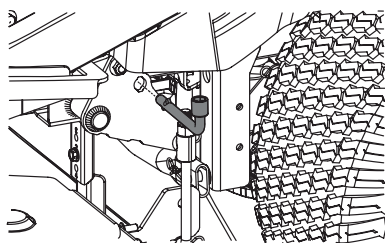

Figure 42
5. La pédale de relevage et le bouton de réglage doivent être utilisés pour placer le plateau à la position la plus basse. L'outil multifonction est utilisé pour verrouiller le système de relevage. Il y a deux trous près de la roue arrière gauche de la tondeuse (un sur le châssis et l'autre sur le bras de relevage du plateau) (Figure 42). L'outil doit être bien inséré pour que le bras de relevage soit bien fixé au châssis.